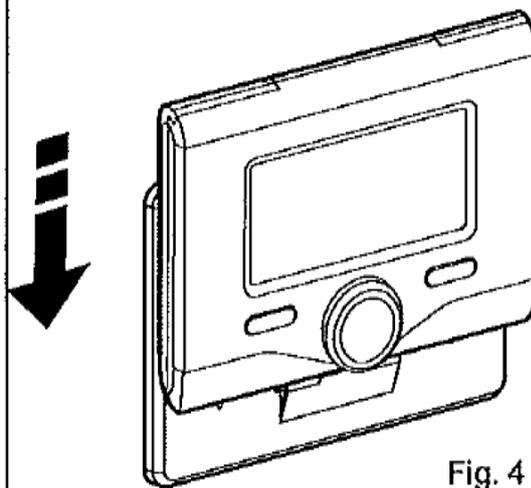

Fig. 4
- installer l'interface de système sur la base en la poussant délicatement vers le bas (fig.4).